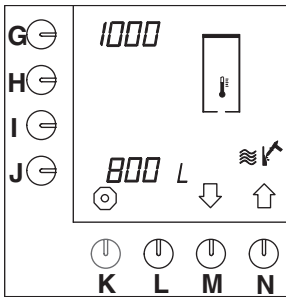

Fig. 51 Avkalkningssignal varmvattensystem
- Avkalkningssignalen för varmvattensystemet är vid alla typer inställd på 1000 liter, se positionen bredvid valtangenten (G.) i fig. 51 .
- Tryck på valtangenten (M.)↓ tills fig. 51 visas på displayen.